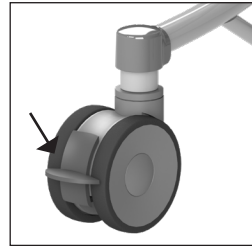

Abbildung 2. Schwenkrolle.
- Der Elexo Stuhl kann gebremst werden, indem die blaue Lippe an der Rolle nach unten gedrückt wird (Siehe Abbildung 2).